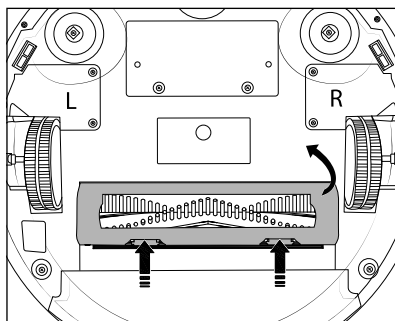

Fig. 14
- ◆ Apăsăți cele două taste de deblocare de pe capacul periei rotative **17** pentru a-l elibera. Scoateți capacul periei rotative **17** din aparat (a se vedea fig. 14).